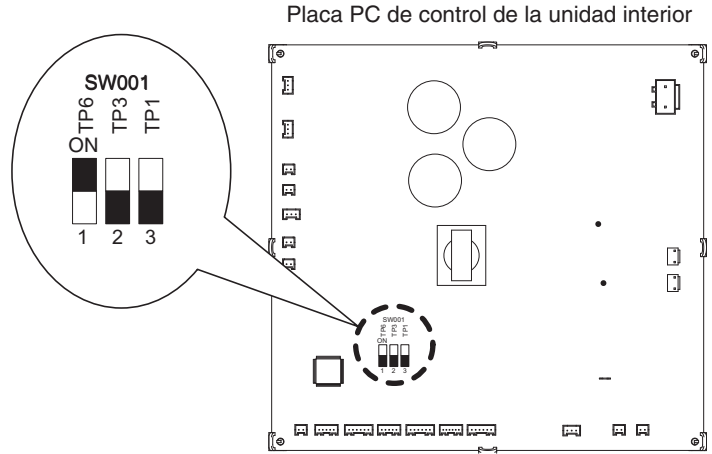

Fig. 8-1
2. Abra la tapa de la cama de componentes eléctricos y confirme la ubicación en la que se encuentra el interruptor de selección de la PCB de control de la unidad interior. (Fig. 8-1)